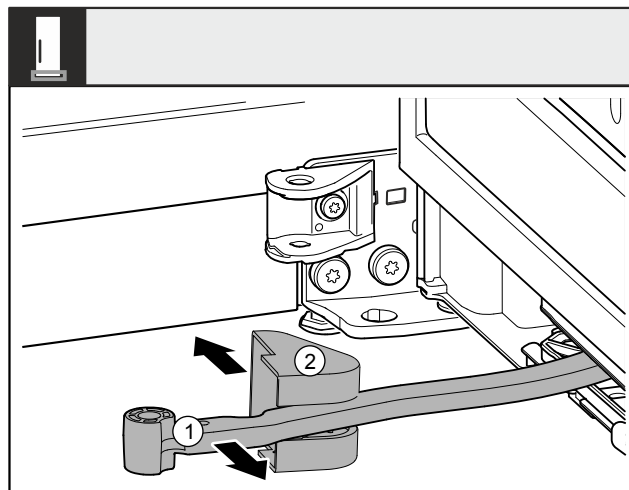

Fig. 10
- Drej leddet Fig. 10 (1) i retning mod døren.
- Fjern hængselsafdækningen Fig. 10 (2).